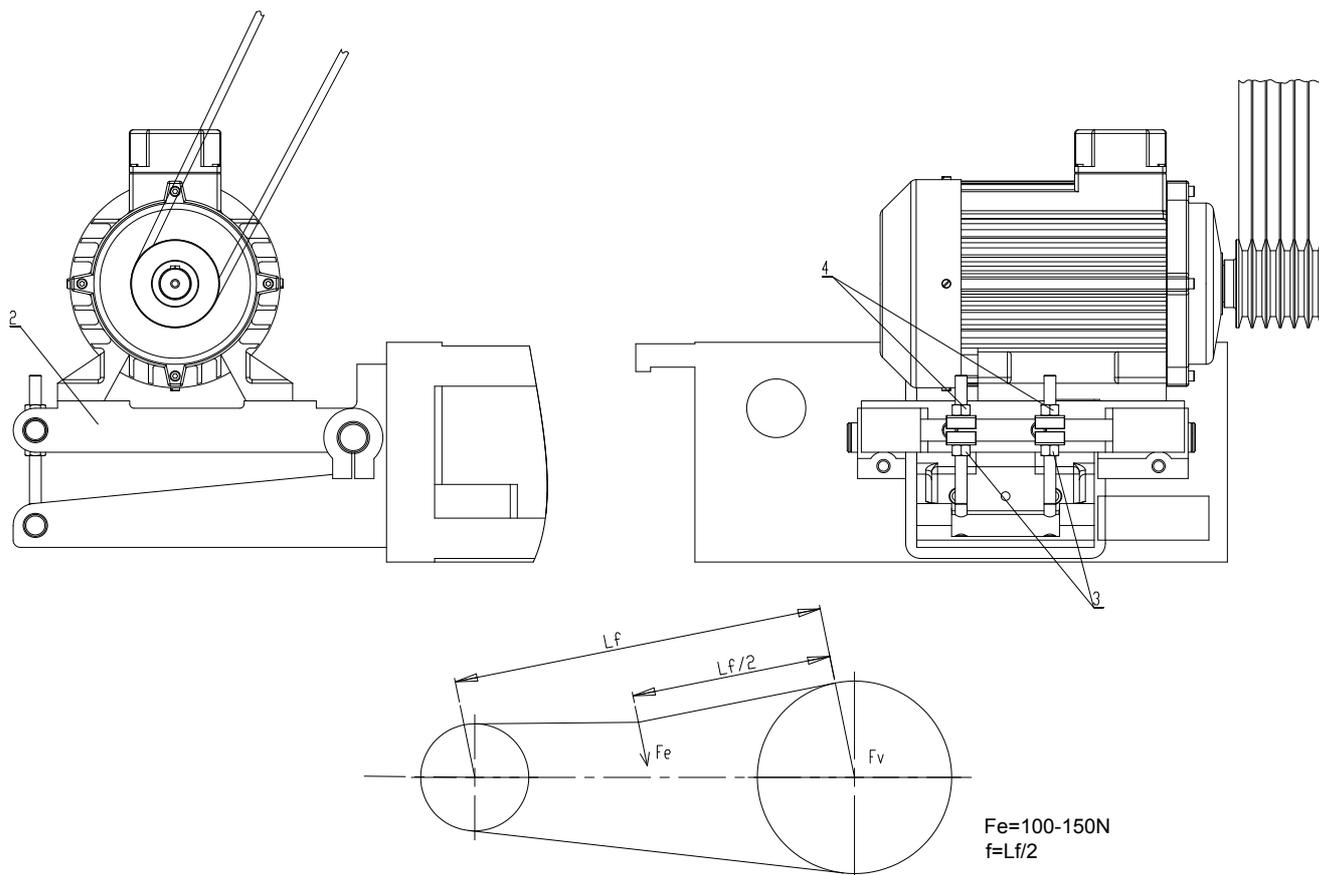

Рис.8.1.
8.1. НАЛАДКА РЕМНЕЙ ГЛАВНОГО ПРИВОДА (РИС. 8.1)